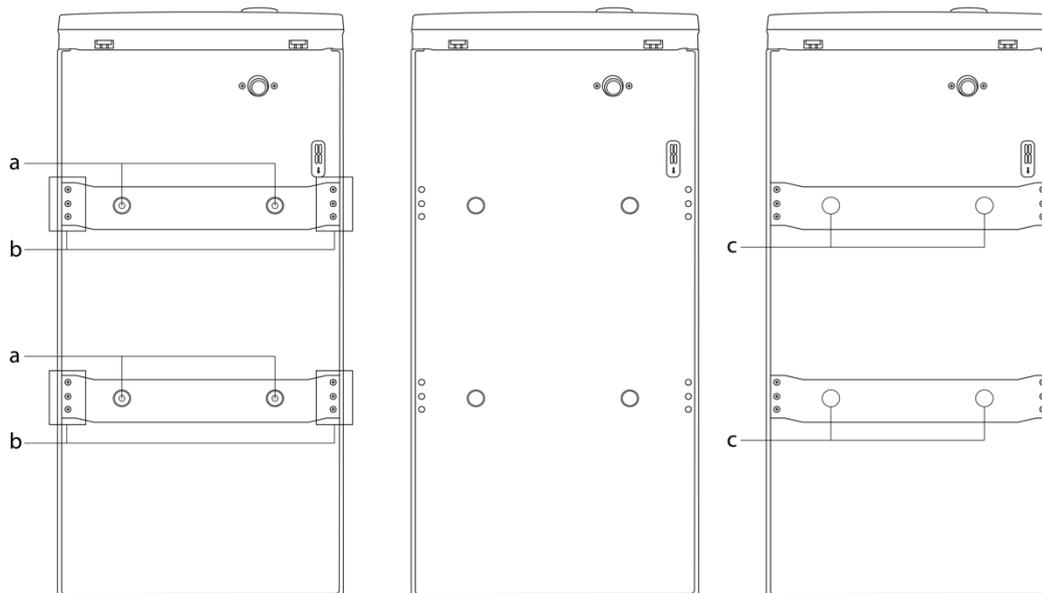

Abbildung 1 Geräterückseite a & b Abbildung 2 Ohne a & B Abbildung 3 Ohne a & b mit c
6. Die Transportschrauben (a) entfernen Abb. 1
7. Die Haltebügel (b) lösen und den Haltebügel mit dem Transportschrauben entfernen Abb. 1. Abb. 2 ohne Transportschrauben und Haltebügel.